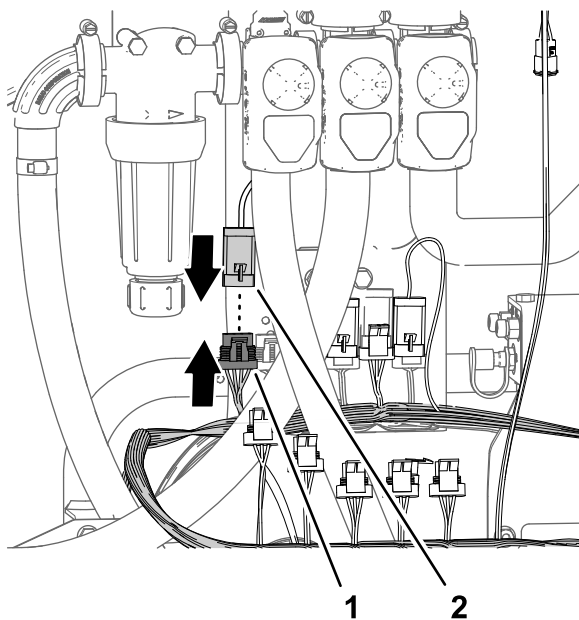

図 87
4. レートバルブ用アクチュエータの 4 ピンコネクタを、89cm の枝線のRATE VALVEというラベルの付いた 4 ソケットコネクタに接続する 図 87。